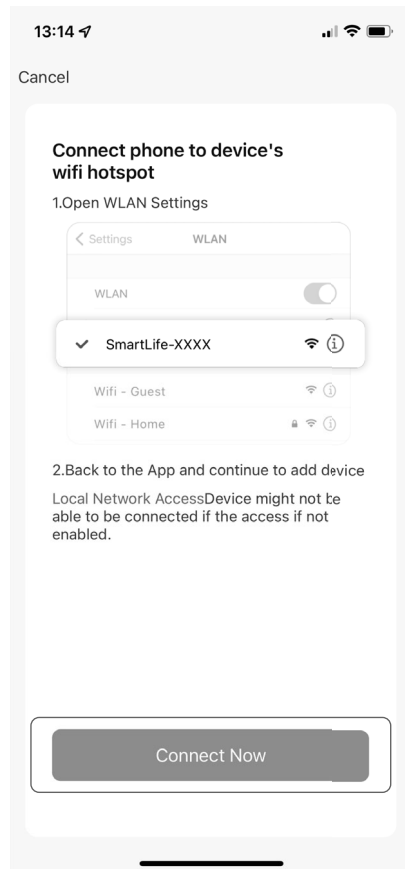

Fig. 8
- ▶ Cliccare su CONNETTI ORA in basso nella schermata (**vedere la fig. 8**).